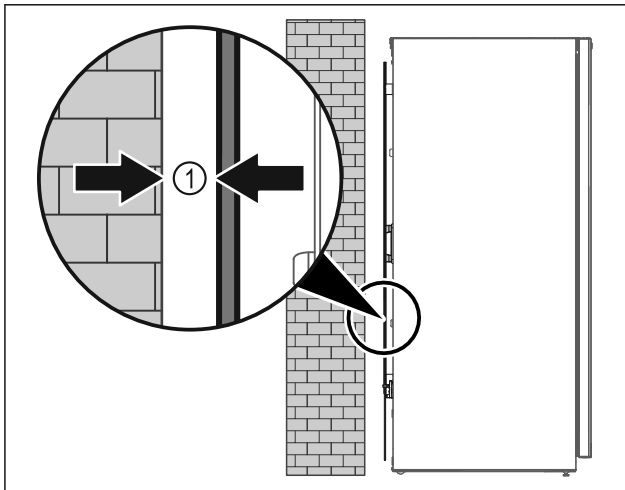

Fig. 6
- ▶ Posizionare l'apparecchiatura in un punto a piacere del locale (libera installazione) oppure addossato a una parete a una distanza minima di 5 mm Fig. 6 (I).